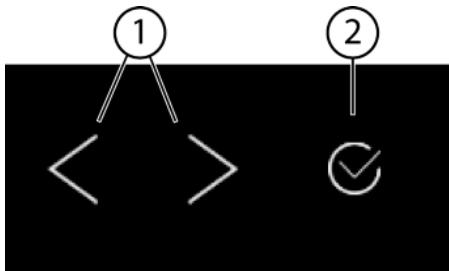
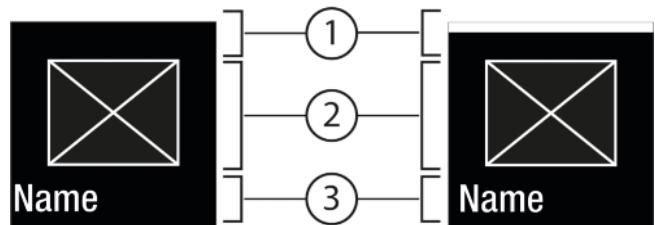
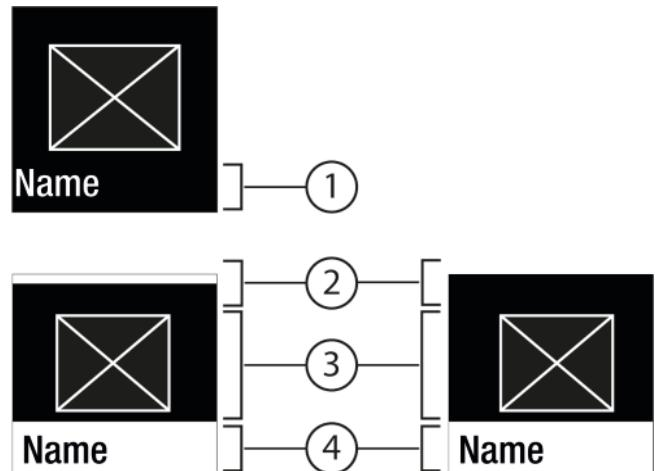

Fig. 5
Fig. 6
Fig. 7
(1) Săgeată pentru navigare stânga / dreapta (2) Confirmare
Săgeată pentru navigare stânga / dreapta Fig. 5 (1):
Confirmare Fig. 5 (2):
- Navigați cu săgeata pentru navigare stânga / dreapta Fig. 5 (1).
- Cu Confirmare Fig. 5 (2) activați Fig. 6 (1) / dezactivați Fig. 6 (1) funcția / setare.
- Cu Confirmare Fig. 5 (2) apelați Submeniul Fig. 7 (4).
- Setați valoarea nouă: Cu Confirmare Fig. 5 (2) selectați o valoare dezactivată Fig. 6 (1).
- Înapoi în meniu: Cu Confirmare Fig. 5 (2) selectați valoarea activată Fig. 6 (2) deja.
- Apăsați săgețile pentru navigare Fig. 5 (1) până când este afișată funcția .
- Apăsați Confirmare Fig. 5 (2).
- Apăsați săgețile pentru navigare Fig. 5 (1) până când se afișează funcția .
- Cu săgețile pentru navigare Fig. 5 (1) selectați valoarea de setare.
- ▷ Starea: activată Fig. 6 (1) apare scurt în submenuu Fig. 7 (4).
- Apăsați săgețile pentru navigare Fig. 5 (1) până când se afișează setările .
- Apăsați săgețile pentru navigare Fig. 5 (1) până când se afișează setarea dorită.
- Apăsați Confirmare Fig. 5 (2) timp de 3 secunde.